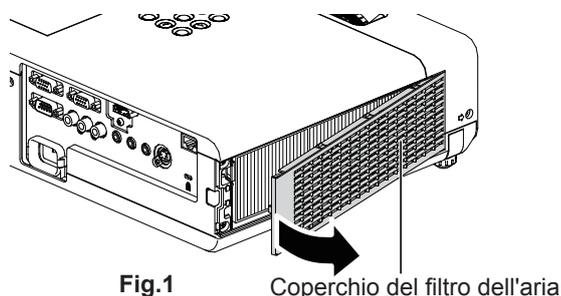

Fig.1 Coperchio del filtro dell'aria
1) Rimuovere il coperchio del filtro dell'aria. (Fig. 1)